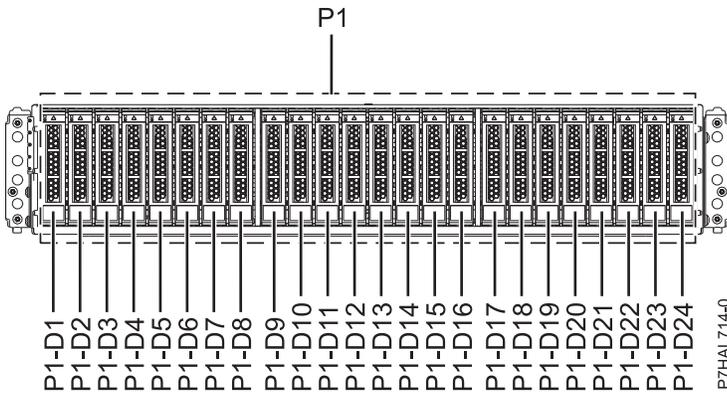
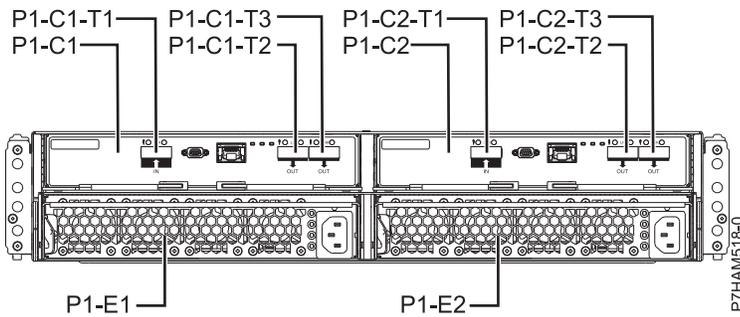

Figura 26. Vista frontal del Alojamiento de unidad de disco 5887 que muestra las ubicaciones de las unidades de disco.
Figura 27. Vista posterior del Alojamiento de unidad de disco 5887
- Identifique la pieza y el alojamiento a los que desea aplicar el servicio. Las ranuras de unidad de disco y SSD están ubicados en la parte frontal del alojamiento. La Figura 26 y la Figura 27 muestran la vista frontal y la vista posterior de Alojamiento de unidad de disco 5887 y las ubicaciones de las unidades de disco en Alojamiento de unidad de disco 5887.